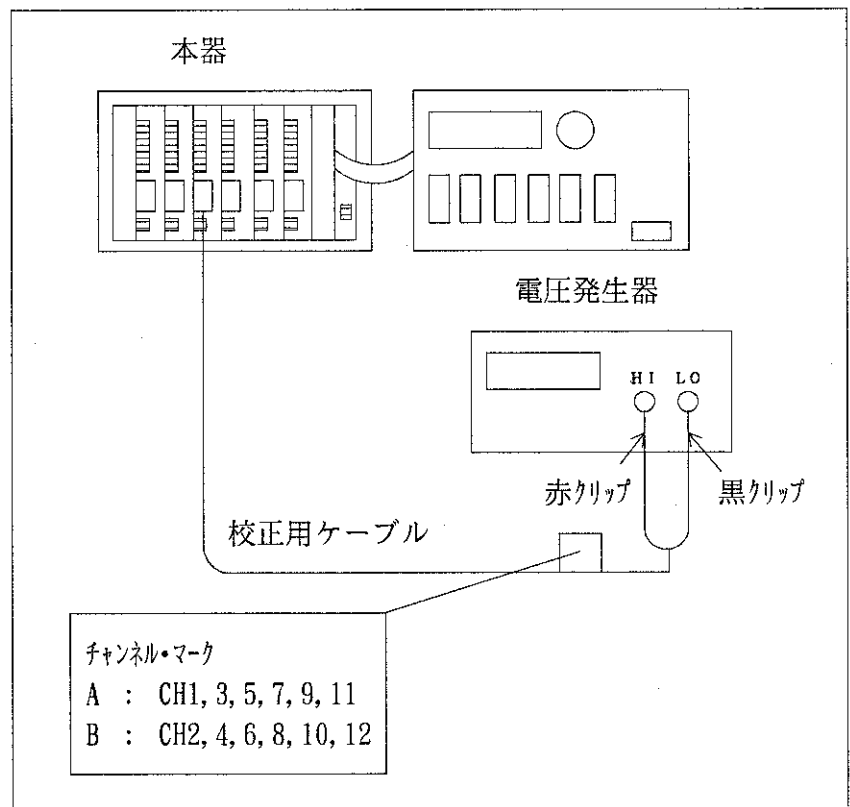

図11-5 電圧測定校正時の接続
- 2 校正を実施するチャンネルと標準器を [図11-5] に示すように接続します。
**1** 校正を実施するチャンネルと標準器を〔図11-5〕に示すように接続します。